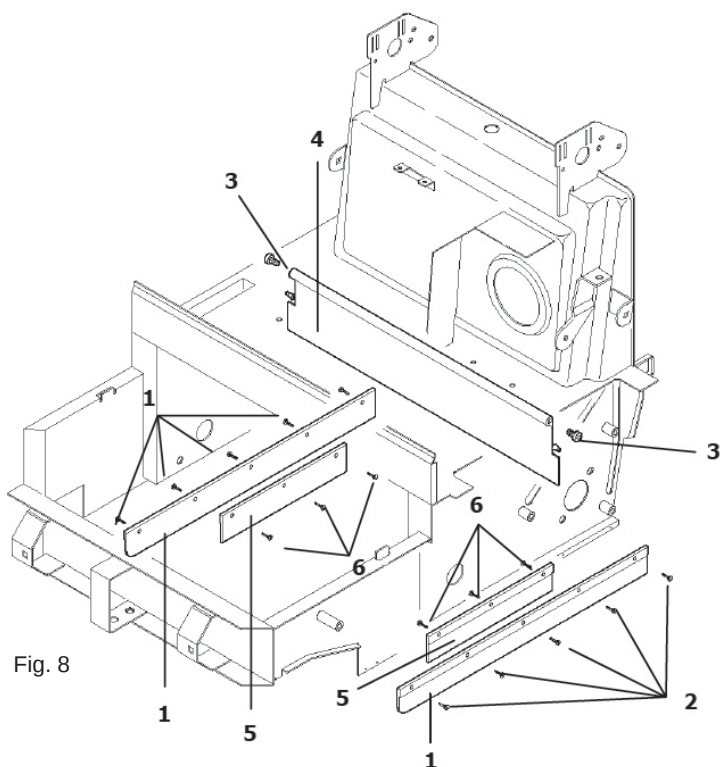

Fig. 8
Pentru a înlocui clapele laterale (poz. 1 Fig. 8), scoateți roțile din spate. Deșurubați șuruburile care fixează clapele pe șasiu (poz. 2 Fig. 8) și înlocuiți-le cu clape noi.
Pentru a înlocui clapele interioare (poz. 5 Fig. 8) ridicați partea frontală a mașinii și deșurubați șuruburile (poz. 6 Fig. 8) care fixează clapele pe șasiu. Înlocuiți-le cu clape noi.
- Deșurubați cele două știfturi de fixare a clapetei (poz. 3 Fig. 8) pe părțile laterale ale șasiului.
- Țineți clapeta (poz. 4 Fig. 8) și trageți-o spre exteriorul mașinii.